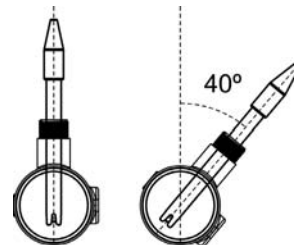

Fig. 3
4. Instalar siempre las sondas de pH/ORP preferiblemente en posición vertical o con una inclinación máxima de 40° (Fig. 3).